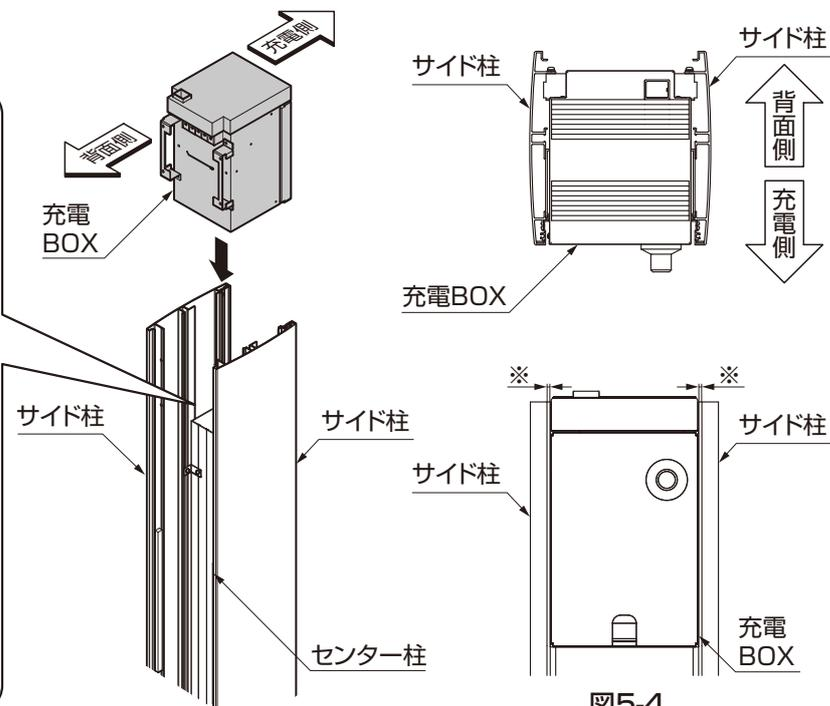

図5-4
- 充電側から見て充電BOXの隙間(*)が均等であることを確認して【2-1】で取付けてください。(図5-4参照)